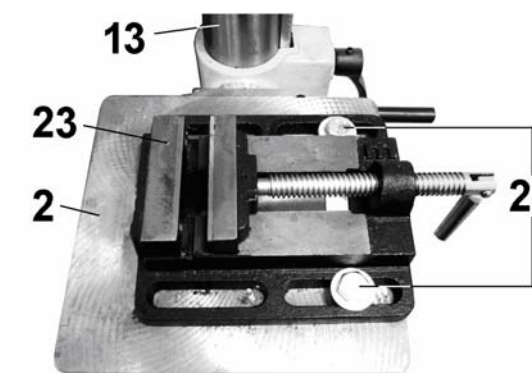

Рис. 5
9.8. Установите на рабочий стол (2) тиски (23) и зафиксируйте их положение специальными болтами (24), Рис.5. При необходимости для закрепления тисков (23) на рабочем столе (2) используйте переходную плиту (пластину).